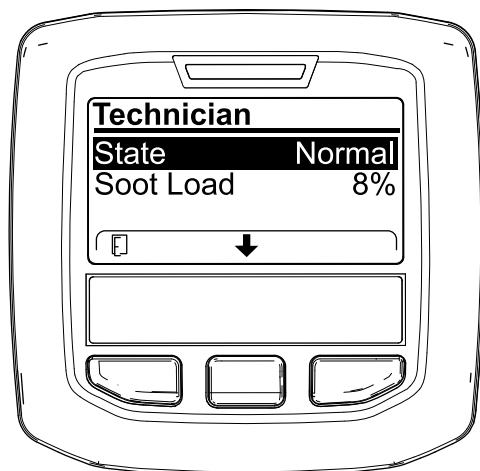

Figura 31
- Utilice la tabla de funcionamiento de DPF para comprender el estado actual del funcionamiento del DPF (Figura 31).